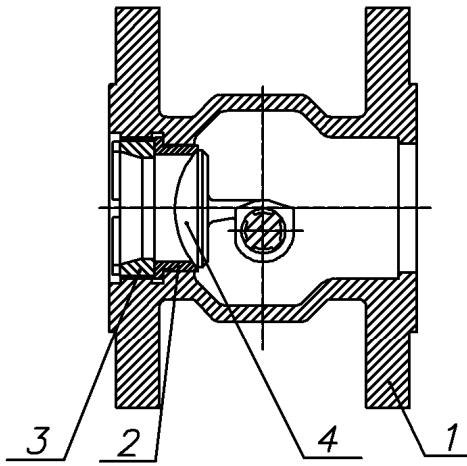

Рис. 2
4.6.1. СЕДЛА С МЕТАЛЛИЧЕСКИМ УПЛОТНЕНИЕМ /рис. 2, 3 и 4/